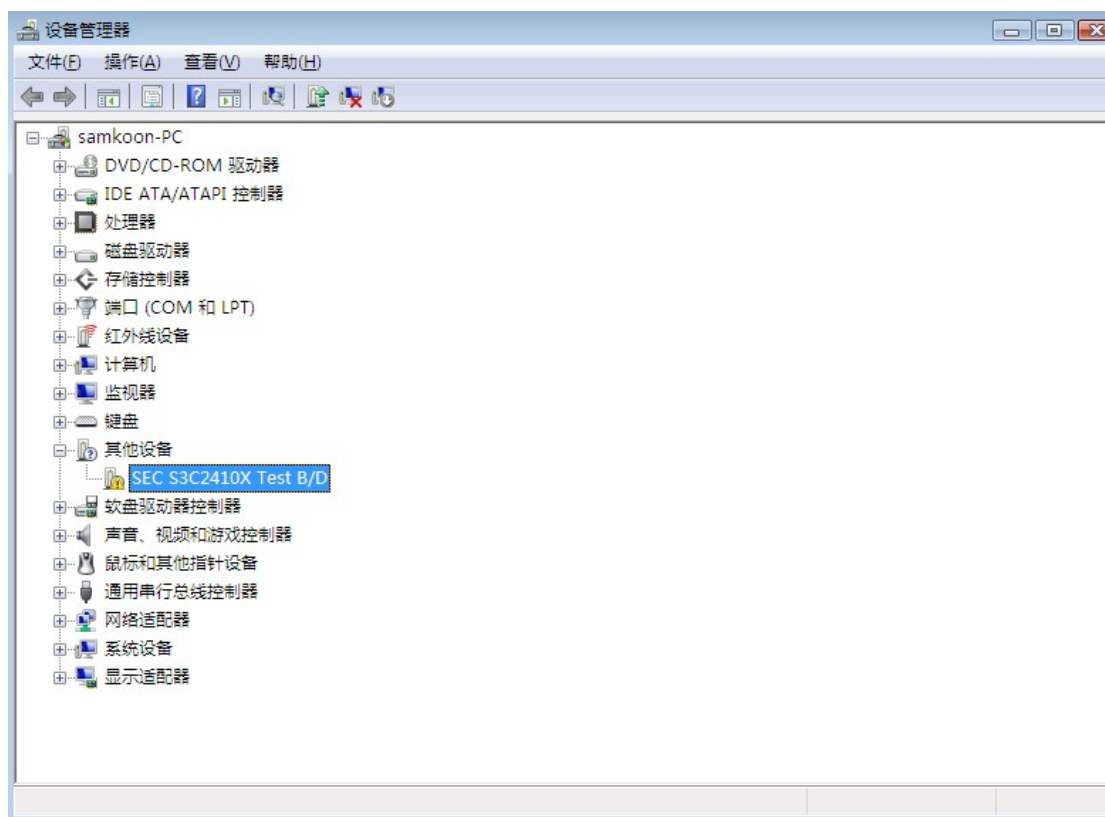

图 2-18 VISTA 设备管理器界面
- 选择“以后再询问我”，然后打开设备管理器找到触摸屏设备，右击选择更新驱动程序，如下图 2-18 所示：